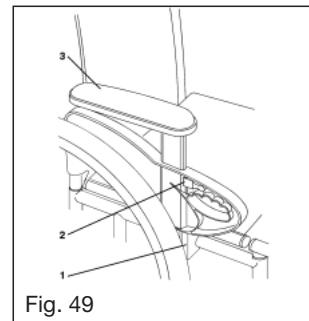

Fig. 49
De armsteun klemt in de houder (1). Om hem te verwijderen hoeft u alleen de armsteun omhoog te trekken (fig. 49) na eerst het veer-slot te hebben ontsloten.